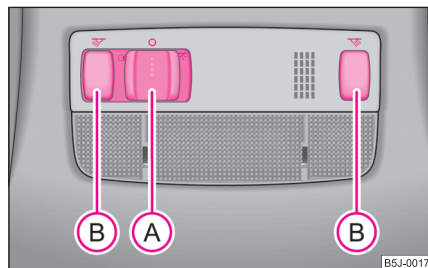

Fig. 39 Plafonul: Iluminarea interioară față
- Apăsați comutatorul  spre dreapta în poziția  ⇒ fig. 39.
- Apăsați întrerupătorul  ⇒ fig. 39, pentru a aprinde sau stinge lumina de citit din dreapta, respectiv din stânga.